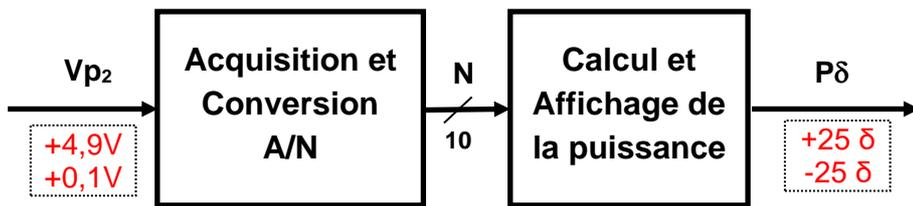

Figure 1-5
• Si le nombre de valeurs différentes de **N** issues de la conversion Analogique-Numérique est **984** (voir Figure 1-5), **conclure** quant au respect du Cahier des Charges.